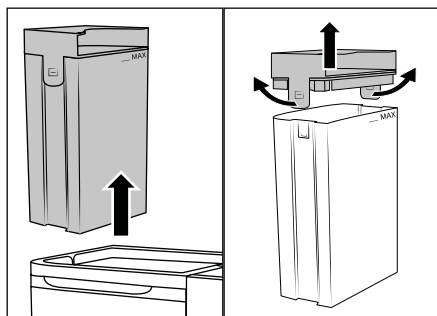

Bild 5
(1) Fyll endast vattentanken **2**  med kallt eller ljummet kranvatten eller destillerat vatten. Använd inte kokande vatten. (2) Använd aldrig produkten utan vatten i vattentanken **2** . (3) Använd bara vanligt möbelrengöringsmedel som inte skummar eller **W5 ättiksurengöring från LIDL**. Andra rengöringsmedel kan skada produkten. Vi rekommenderar tre matskedar **LIDL W5 ättiksurengöring** till en full vattentank **2**  (1,7 liter). Öka mängden ättiksurengöring lite i taget om det behövs tills du är nöjd med resultatet.
- ◆ Ta tag i handtaget på vattentankens **2**  lock **1** och dra upp den ur produkten (se bild 5).
- ◆ Dra ut de båda spännena lite och ta av locket **1** (se bild 5).